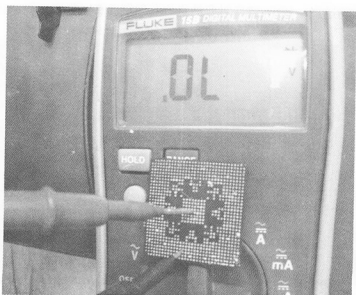

图 5-26 判定 GPU 坏
(12) 万用表一针接地, 一针接信号线, 为无穷大, 如图 5-26 所示, 证明 GPU 损坏。更换 GPU 后, 显卡正常。